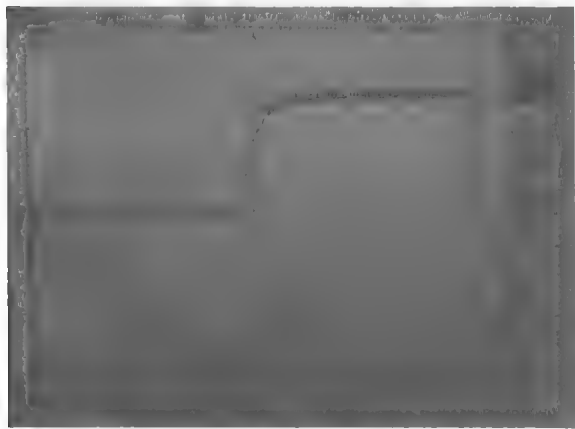

图 21.18 波形电压测量
① 按下【CURSOR】按钮，查看“Cursor”菜单。
② 按下“类型”→“幅度”。
③ 按下“信源”→“CH1”。
④ 转动【多用途旋钮】，将光标 1 置于第一个测量点。
⑤ 转动【多用途旋钮】，将光标 2 置于第二个测量点。
⑥ 如图 21.18 所示，显示窗口右侧“增量”为光标 1、2 的相对电压宽度；“光标 1”“光标 2”为光标相对于原点的电压值。
(4) 时间测量。